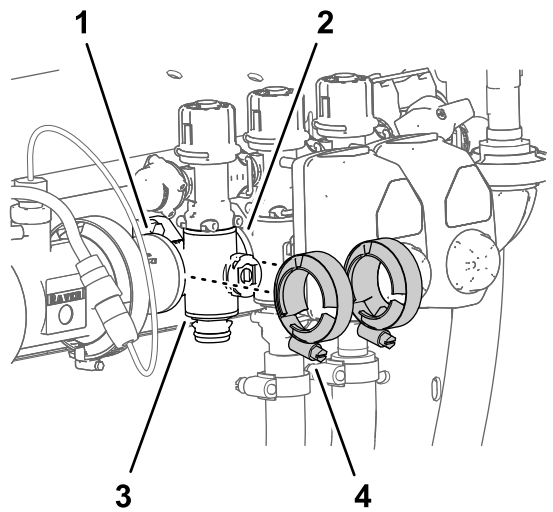

图 119
4. 将在拆下喷洒臂段歧管阀 (页码 64) 中卸下的法兰夹具松松安装到喷洒臂段阀歧管的法兰上以及其他喷洒臂段阀和/或耦合适配器的法兰上图 119。
7. 用手拧紧 2 个法兰夹具图 119。